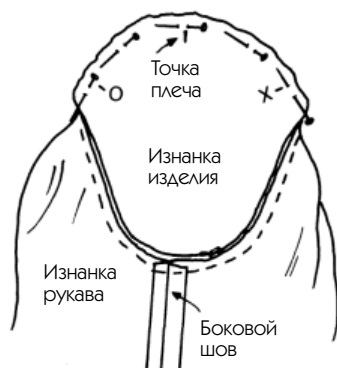

Рис. 349
2. Просуньте руку в пройму (см. рис. 349) и приколите сначала точку к точке, но будьте внимательны!